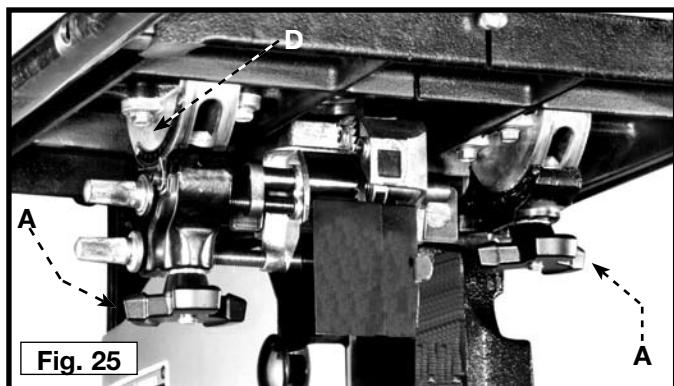
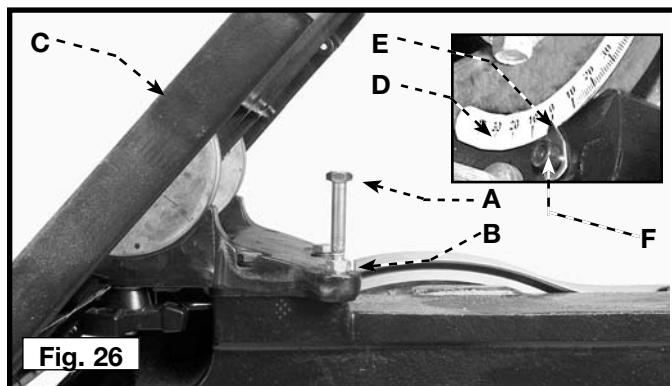

Fig. 25
Fig. 26
1. Para inclinar la tabla a la derecha, afloje la fig. de fijación 25 de dos perillas (A), inclinan la tabla al ángulo deseado según lo demostrado en los higos de la escala (D). 25 y 26, y aprieten dos perillas de fijación (A).
2. Para inclinar la tabla (C) Fig. 26 de la izquierda, afloje de fijación de dos perillas (A) Fig.25, y incline la tabla a la derecha hasta que el acceso a de la parada de la tabla (A) Fig. 26. Quite de la parada de la tabla (A) Fig. 26, y incline la tabla a los 10 grados izquierdos. Apriete de fijación de dos perillas (A) Fig. 25.
La maquina se equipa de una ajustable de la parada de la tabla (A) Fig. 26 que permita que la tabla sea fijada en 90 grados a la lámina.
Incline la tabla (C) Fig. 26 a la izquierda hasta que la parada de la tabla (A) Fig. 26 de entra en contacto con la tabla. Ponga un cuadrado en la tabla contra la lámina (Fig. 27). Si la lámina no es 90 grados a la superficie de la tabla:
2. Afloje de la tuerca de fijación (B) Fig. 26 para liberar del tornillo de reglaje (A) Fig. 26. Dé vuelta al tornillo de reglaje (A) derecho o izquierdo al aumento o baje la parada de la tabla, despues apriete la tuerca de fijación (B).
4. Cuando la tabla es 90 grados a la lámina, compruebe del indicador (E) Fig. 26 para ver si señala a 0° . Si no, afloje del tornillo (F) Fig. 26 y mueva el indicador a 0° . Apriete el tornillo.